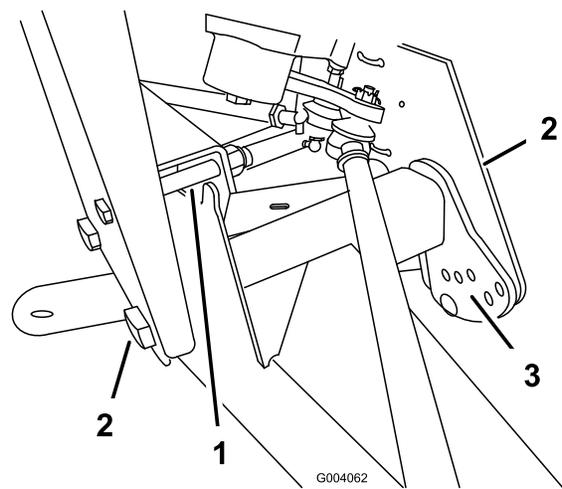

Figura 40
2. Rimuovete il bullone limitatore della corsa (Figura 40).
3. Allentate i bulloni di centraggio sul telaio ad A anteriore (Figura 40).
4. Rimuovete il bullone di regolazione dell'altezza di marcia (Figura 40).
5. Girate il telaio ad A anteriore nella posizione opportuna (vedere la nota in calce) e rimontate il bullone di regolazione dell'altezza di marcia (Figura 40).
7. Rimontate il bullone limitatore della corsa (Figura 40).